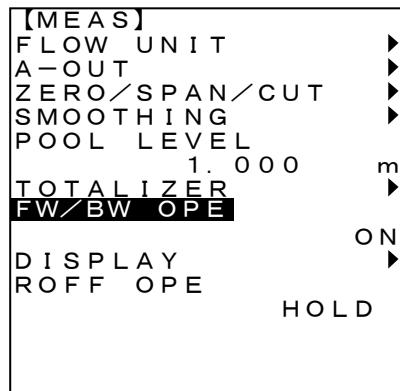

図4-7-15
3. <ENT>キーを押し設定値を決定します。 (図4-7-15)